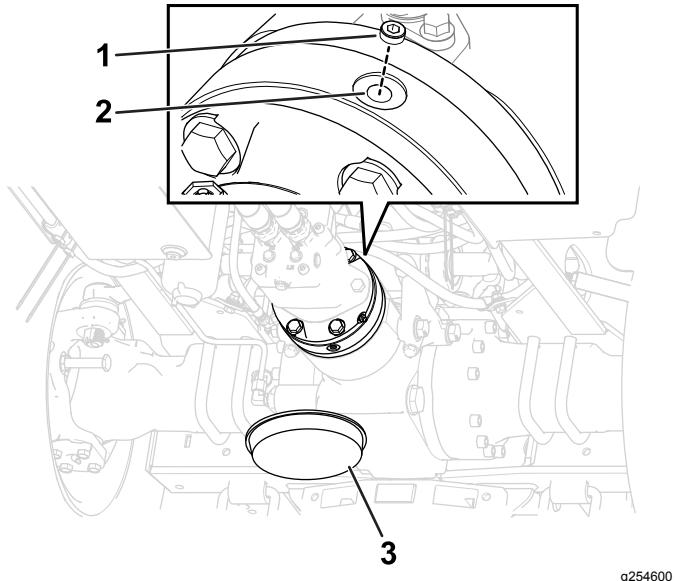

Figura 104
5. Retire o tampão de enchimento na parte superior da caixa do travão (Figura 104).
| 7. Instale o tampão de enchimento na porta de enchimento (Figura 104). | |